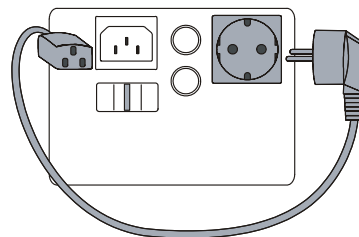

Abbildung 9. Prüfung von Kaltgeräteleitungen
-  Schließen Sie die zu prüfende Leitung an, wie auf dem Tester dargestellt, siehe Abb. 9.